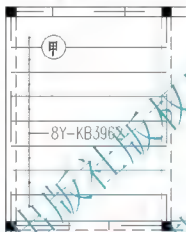

图 5.30 标出配板编号
(1) 启动绘制【圆】命令(快捷键C)。
① 在指定圆的圆心或[三点(3P)/两点(2P)/相切、相切、半径(I)]:提示下,在房间左上角适当的位置单击使其作为圆的圆心。
② 在指定圆的半径或[直径(D)]:提示下,输入“300”后按Enter键结束命令。这样就绘制了圆心在指定位置,半径为300mm的圆。
(2) 用【单行文字】或【多行文字】命令在圆圈内标出配板编号“甲”,字高500mm。
(3) 用【修剪】命令,以圆为边界修剪掉和圆相重合的楼板线,结果如图5.30所示。